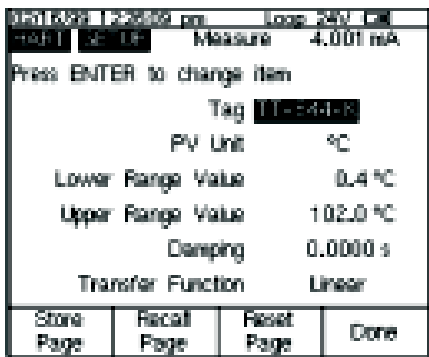

图 24
10. 按 键, 再按 setup 软键。从菜单中选择 Basic, 并按 以显示图 24 所示的基本设置参数。为输入新的 LRV, 将光标移至 Lower Range Value, 并按 。打入新的 LRV 值, 并按 。同样, 打入新的 URV 值, 并按 。按 Send 软键。